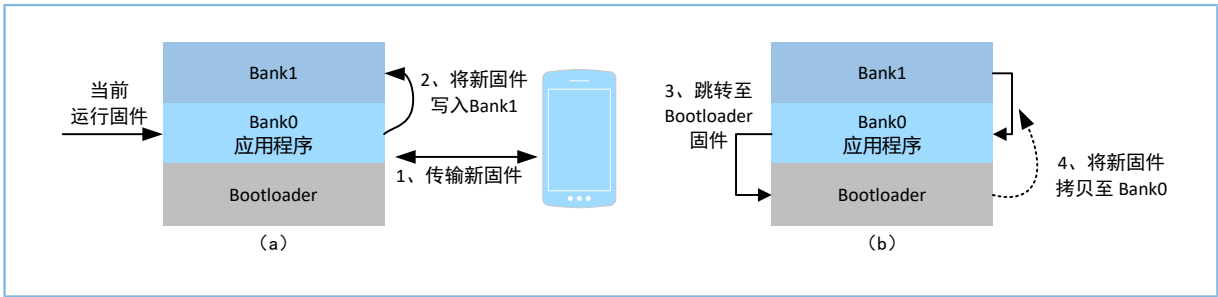

图 1-1 后台双区升级模式示意图
- 后台双区升级模式的升级示意图如图 1-1所示。其升级过程主要包含以下步骤：